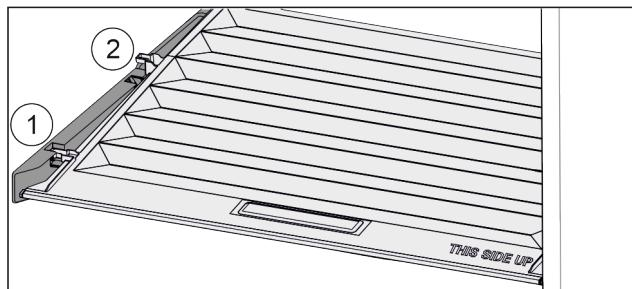

Fig. 40
- ▶ Потянуть крышку до отверстия в поддерживающих деталях вперед Fig. 40 (1).
- ▶ Поднять сзади снизу и извлечь Fig. 40 (2) движением верх.